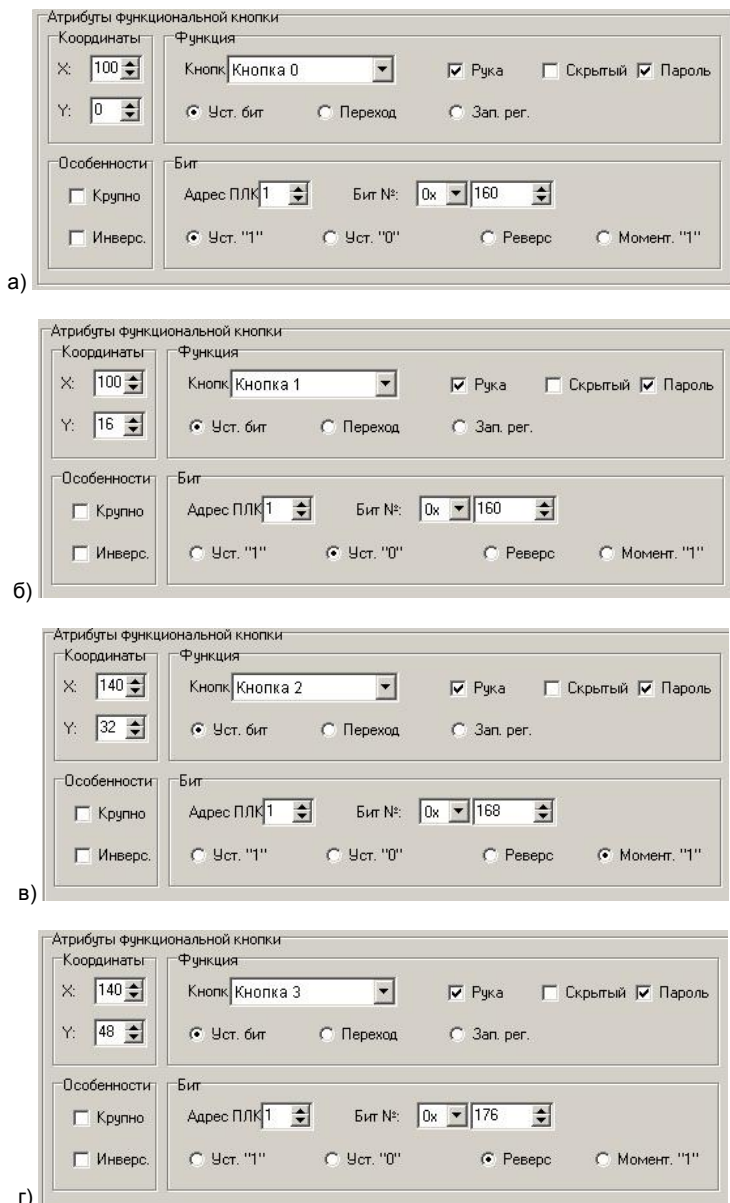

Рис. 7.18. Атрибуты функциональных кнопок (а – Уст. "1", б – Уст. "0" (в – «Момент "1" (Нажатие) и г – «Реверс» (Инверс.) (3))
14.3 Создать функциональные кнопки «Уст. “1”» (0), «Уст. “0”» (1), «Момент “1” (Нажатие) и «Реверс» (Инверс.). Приемы создания кнопок и установления связанных с ними функций описаны в п. 4.6. Атрибуты функциональных кнопок см. рис. 7.18 (а – г).